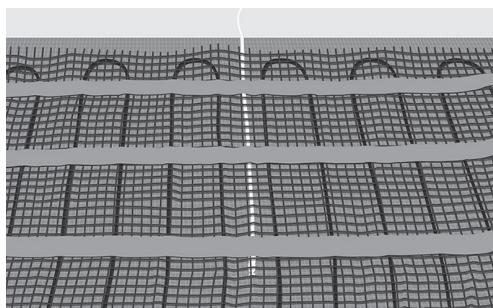

Fig. 7. Placera givarslangen/givaren mellan kablarna
11. Placera och fixera givarslangen eller golv-givaren om ingen givarslang används. Placera slangen/givaren mellan två värmekablar (Fig. 7).